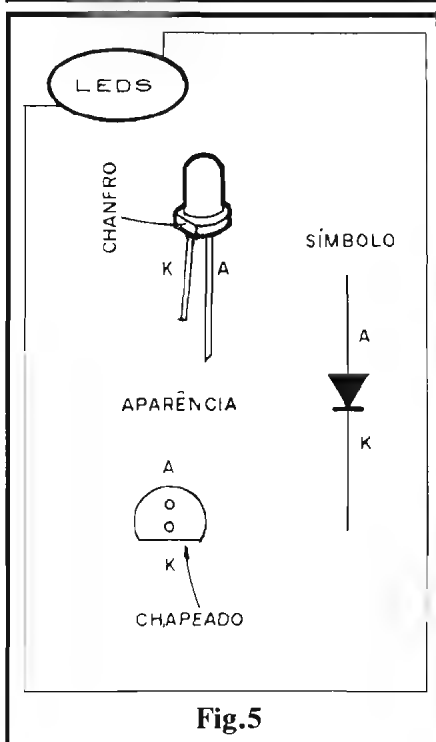

Fig. 5
**FIG. 5 - OS LEDs - DETALHES E ESTILIZAÇÃO** - Para benefício dos iniciantes, a figura traz a aparência, símbolo e estilização adotada nos "chapeados", dos LEDs comuns, redondos. Notar que nada impede - na verdade - a utilização de LEDs em outros formatos no **display** do VUS, porém, nossa recomendação (questão, talvez, de puro gosto pessoal...) é que LEDs **redondos** (ou no máximo, com cabeças quadradas, simples...) sejam aplicados. A disposição geral da "tela" matriciada, bem como a própria visualização, ficariam (na nossa opinião), "bregas" e "embaralhadas", se usados LEDs triangulares, em formato de setas, etc. Entretanto, gosto não se discute... Se o estimado Leitor/Hobbysta for do tipo de gruda no painel do carro aquelas moldurinhas com fotografias, fixadas por imã, com a inscrição "NÃO CORRA, PAPAI...", essas coisas, ficará até "bem" um painel multi-colorido e multi-formatado no **display** do VUSCÓPIO...